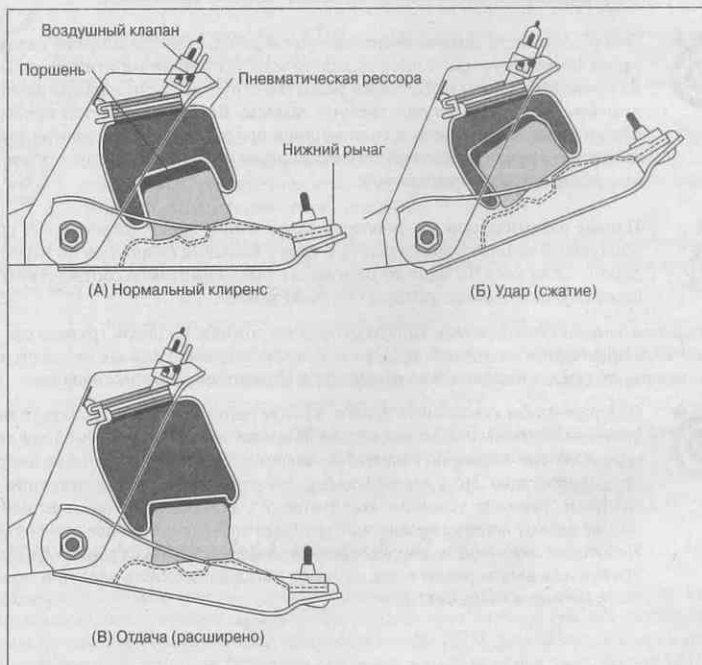

Рис. 16.10. Как работают пневматические рессоры
- ✓ **Пневматическая подвеска.** Этот тип подвески основан на использовании сжатого воздуха для поддержания комфортности езды и высоты кузова автомобиля. С помощью встроенного компьютера, который сигнализирует о весе, можно добавить сжатый воздух, когда вес автомобиля увеличивается. Когда вы разгрузите автомобиль, компьютер подаст сигнал на клапан, и тот выпускает воздух (рис. 16.10). Обычно в пневмати-